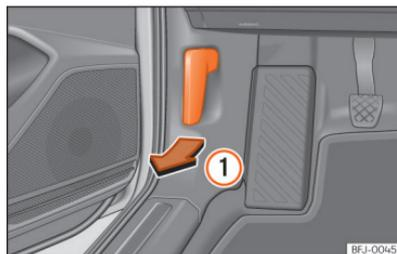

Fig. 232 Alavanca de desbloqueio no espaço para a zona dos pés do condutor.
• Abra a porta e puxe pelo manípulo que existe debaixo do painel de instrumentos »» Fig. 232 ①.